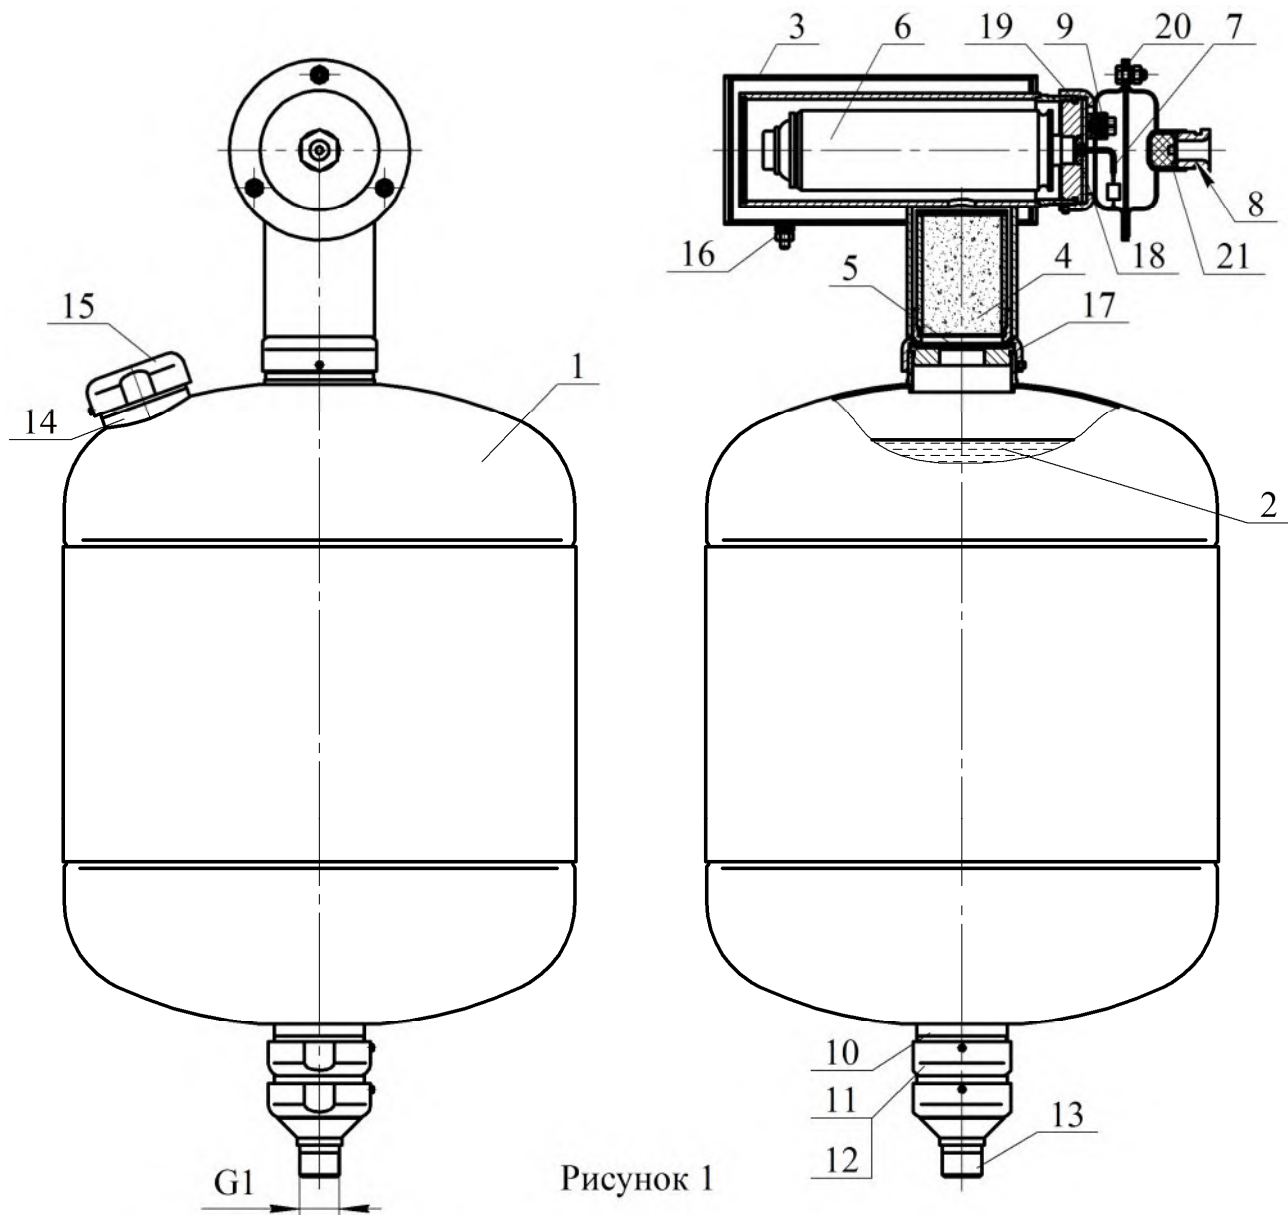

Рисунок 1
4.1.1 МУПТВ (см. рисунок 1) состоит из корпуса **1**, заправленного ОТВ **2**, газогенерирующего устройства **3** и мембранного рабочего узла, смонтированного в нижней части модуля. Канал со встроенным фильтрующим элементом **4** для очистки газа, соединяющий газогенерирующее устройство **3** с внутренней полостью корпуса **1**, загерметизирован эластичной прокладкой **5**. В корпусе газогенерирующего устройства установлен ИХГ **6** с элементом электропусковым **7**. Газогенерирующее устройство снабжено вводной коробкой с герметичным кабельным вводом **8**. Монтажный кабель через кабельный ввод **8** входит во вводную коробку и через зажим контактный винтовой **9** соединяется с проводами элемента электропускового **7**. В мембранном узле сопловое отверстие **10**, предназначенное для выхода ОТВ, перекрыто срезной мембраной **11**, которая поджата гайкой **12**. С гайкой **12** через фильтрующий элемент соединен штуцер **13** с наружной резьбой G1, предназначенный для соединений МУПТВ с трубной разводкой или переходником для направленной подачи ОТВ. В верхней части корпуса расположены горловина **14** для заливки ОТВ и предохранительный клапан **15**. МУПТВ имеет заземляющий зажим **16**.
6.5.1 Залить в отверстие верхней горловины 14 (см. рисунок 1) воду по ГОСТ 6709-72, СанПиН 2.1.4.1074-01 (температура воды должна быть плюс $(15...25)^{\circ}\text{C}$) объемом $26,2^{+0,4}$ дм³. Открыть упаковки с жидкими добавками к воде и залить их в отверстие верхней горловины 14.
6.6.3 Полученный раствор ОТВ залить в отверстие верхней горловины 14 (см. рисунок 1). Для окончательного приготовления ОТВ открыть упаковки с жидкими добавками к воде и залить их в отверстие верхней горловины 14.
6.8 Соединить штуцер 13 (см. рисунок 1) с трубной разводкой.